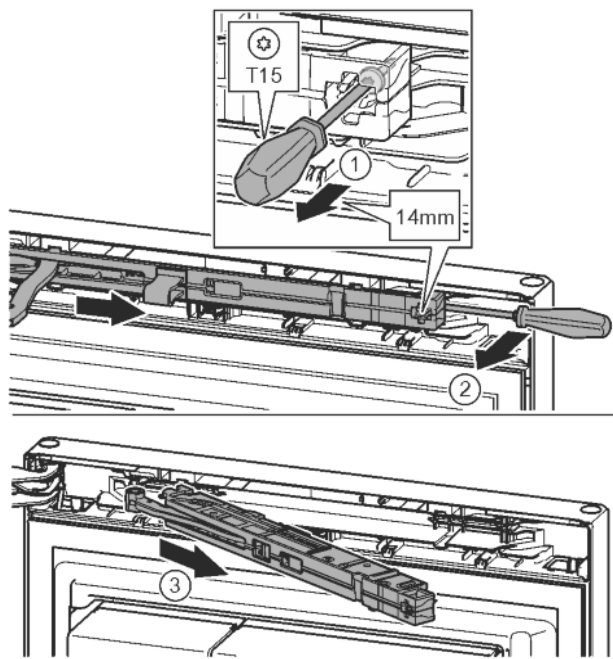

Fig. 11
- ▶ За допомогою викрутки T15 ослабте гвинт на демперному вузлі приблизно на 14 мм. *Fig. 11 (1)*
- ▶ Переміщуючи викрутку з боку ручки за демперний вузол, поверніть уперед. *Fig. 11 (2)*
- ▶ Витягніть демперний вузол. *Fig. 11 (3)*